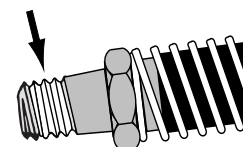

Figura 4
**NOTA:** Envuelva la conexión con  $1\frac{1}{2}$  vueltas de cinta de teflón, dejando la primera rosca sin cubrir para evitar que pedazos de la cinta se rompan y se desprendan, penetrando en el sistema hidráulico y causando daños. Vea la Figura 4.